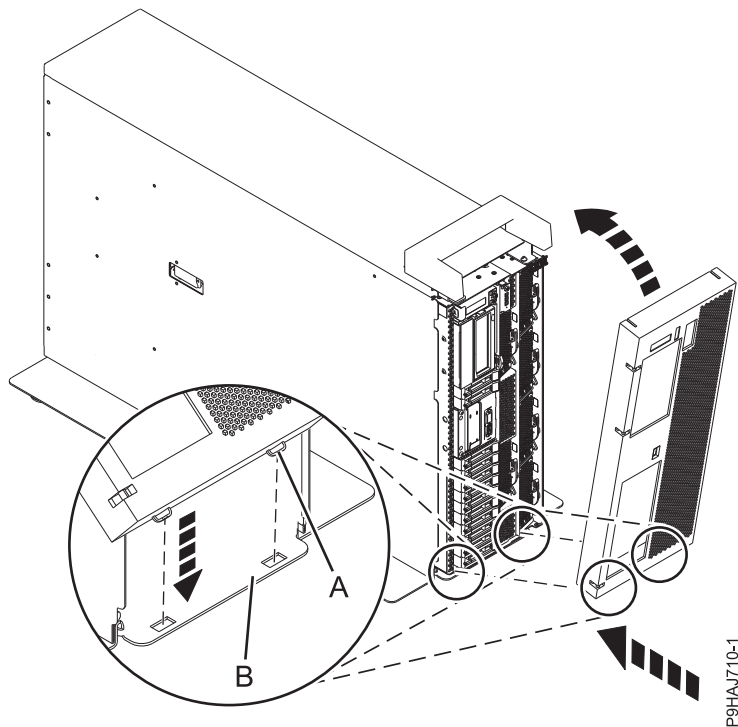

Abbildung 48. Vordere Abdeckung und Klappe installieren
2. Richten Sie die Abdeckung aus, bis die beiden Abdeckungszipfen (**A**) in den Steckplätzen auf der Grundplatte (**B**) sitzen (siehe Abb. 48 auf Seite 72).